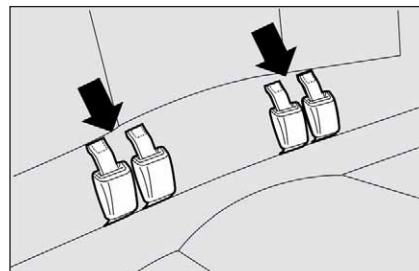

fig. 116
- agganciare le fibbie alle linguette **fig. 116** (indicate dalle frecce) poste sullo schienale;